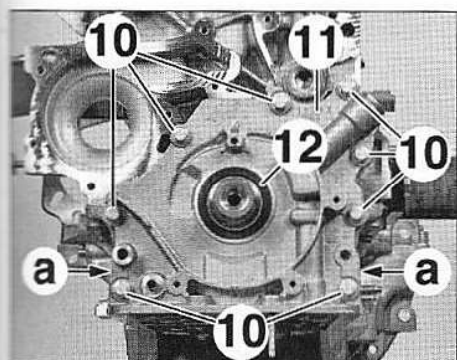

FIG.12
- Déposer les vis (10) (Fig.12).
- Décoller la pompe à huile (11) à l'aide d'un tournevis en (a).
- Déposer la pompe huile et la bague d'étanchéité (12).